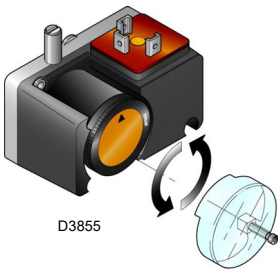

Fig. 31
- Regular el presostato aire (Fig. 31 en la pág. 28) en el inicio de la escala.
Regular el presostato para el control de estanqueidad (Kit PVP) según las instrucciones que se suministran en el mismo kit (Fig. 31).